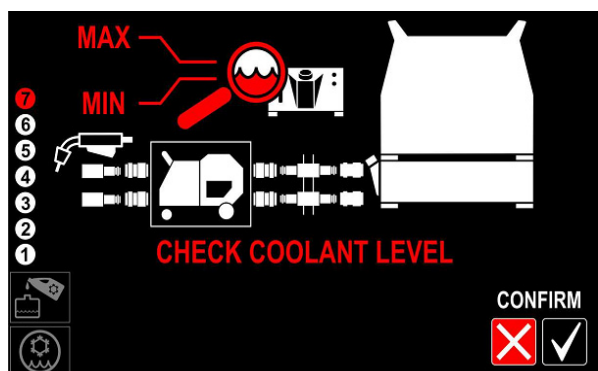

Abbildung 20
- Kontrollieren Sie den Kühlmittelstand und füllen Sie ggf. Kühlmittel nach, bis der Füllstand zwischen dem minimalen und maximalen Füllstand liegt. Der Füllstand kann dem Etikett vorn am **COOL ARC® 60** entnommen werden (Abbildung 20 oder 28).